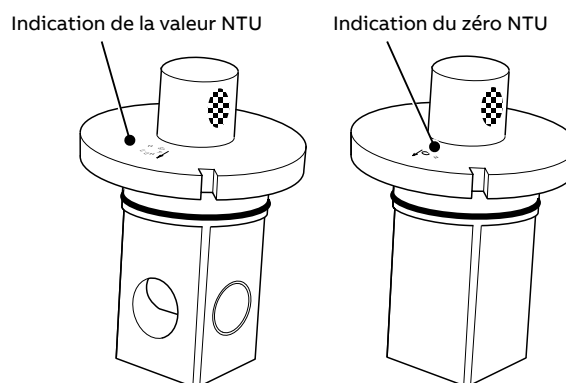
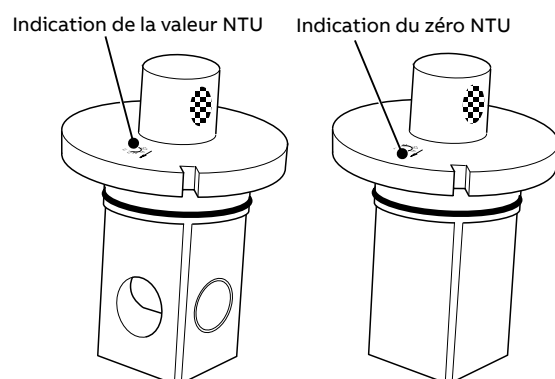
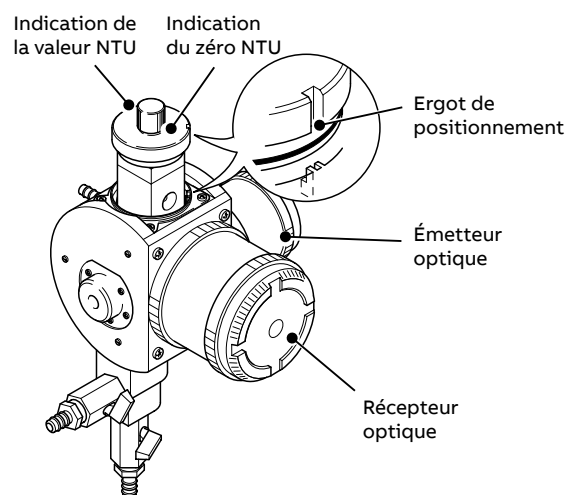

Figure 12 Étalon sec pour capteurs faibles teneurs
Figure 13 Étalon sec pour capteurs fortes teneurs
Figure 14 Insertion de l'étalon sec
- 9 Insérez l'étalon sec avec l'indication du zéro NTU (se reporter à Figure 12 ou Figure 13) face au récepteur optique, en veillant à ce que l'ergot de positionnement s'enclenche correctement. Se reporter à Figure 14.